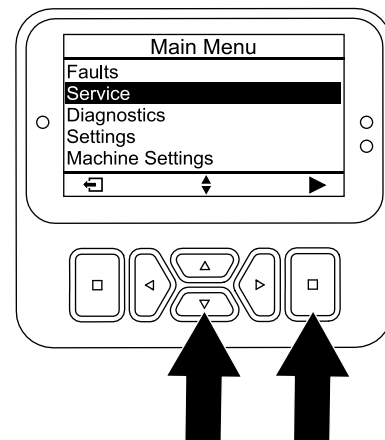

**Figura 119**
3. Premete il pulsante Giù fino a quando non viene selezionata l'opzione MANUTENZIONE, quindi premete il pulsante Invio (Figura 119).